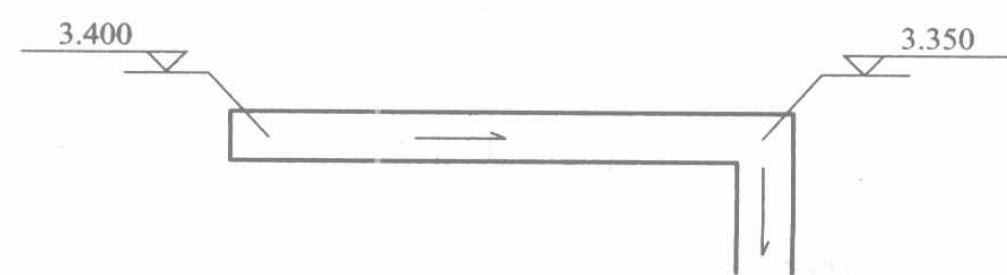

图 1-2 平面图中沟渠标高标注法
- 2) 平面图中，沟渠标高应按如图 1-2 所示的方式标注。